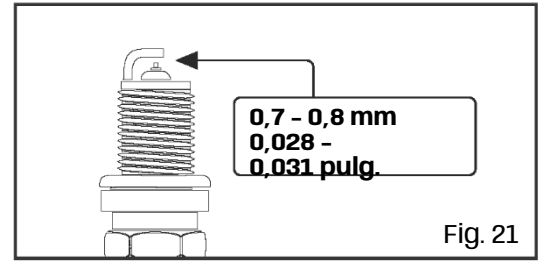

Fig. 21
6. Mida la distancia de la bujía con una galga de bujías. La separación debe ser de 0,7 - 0,8 mm (Fig. 21). Si fuera necesario, ajuste cuidadosamente la distancia.